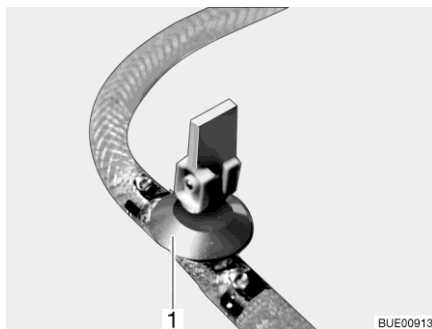

Fig. 223 Llave de desagüe
- Cerrar la(s) llave(s) de desagüe. Colocar para ello el balancín (Fig. 223,1) en posición horizontal.
- Abrir la(s) llave(s) de desagüe (Fig. 223). Colocar para ello el balancín (Fig. 223,1) en posición vertical. La caldera se vacía hacia fuera.